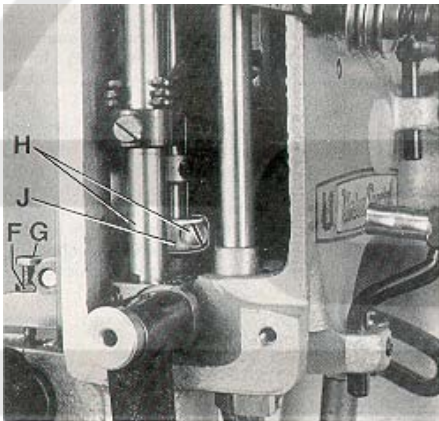
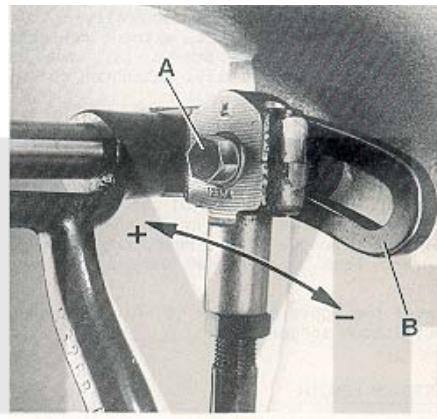

Fig. 22
Fig. 23
For setting the small gap between the feed dogs loosen nut (F, Fig. 22). Turning in screw (G) increases the gap, turning it out decreases the gap. Retighten nut (F). For matching the upper feed dog travel with the lower feed dog travel loosen screw (A, Fig. 23). Moving the ball link in the slot of rocker lever (B) to the front decreases the upper feed dog travel, moving it to the rear increases the travel. Retighten screw (A).
For adjustment loosen the two screws (H, Fig. 22) and raise the supporting yoke (J) when the upper feed dog should lift more, or lower it when it should lift less. Retighten screws (H).
Para ajustar la pequeña brecha dentro del alimentador, suelte la tuerca (F, Fig. 22). Girando el tornillo (G) hacia adentro aumenta la brecha, hacia afuera la disminuye. Apriete la tuerca (F) de nuevo. Para ajustar el movimiento del diente superior con el diente inferior, suelte el tornillo (A, Fig. 23). Moviendo la junta esférica en la ranura de la palanca de accionamiento (B) hacia el frente disminuye el movimiento del alimentador superior, moviéndolo hacia atrás lo incrementa. Apriete de nuevo el tornillo (A).
Para ajuste, suelte los dos tornillos (H, Fig. 22) y levante el soporte (J) cuando el diente alimentador superior deba subir mas, o bájelo cuando deba bajar mas. Apriete los tornillos (H).
Regulando los anillos (C, Fig. 23) en la barra derecha e izquierda del pie prensatela, que sirven como soporte para los muelles, se puede variar la presión. Subiendo los anillos aumenta la presión, bajándolos disminuye la presión.